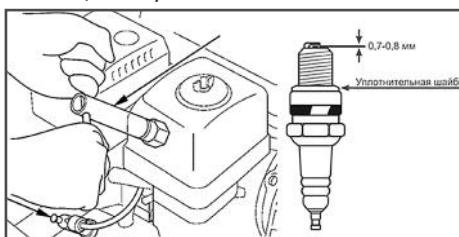

Рис. 21 Обслуживание свечи зажигания
1. Снимите со свечи зажигания колпачок и удалите грязь вокруг свечи зажигания (Рис. 21).
4. Измерьте зазор между электродами свечи зажигания специальным щупом. Зазор должен быть $0,7\text{--}0,8$ мм (Рис. 21). При увеличении, или уменьшении требуемого зазора, рекомендуется заменить свечу, так как регулировка зазора может привести к изменению качества искрообразования.